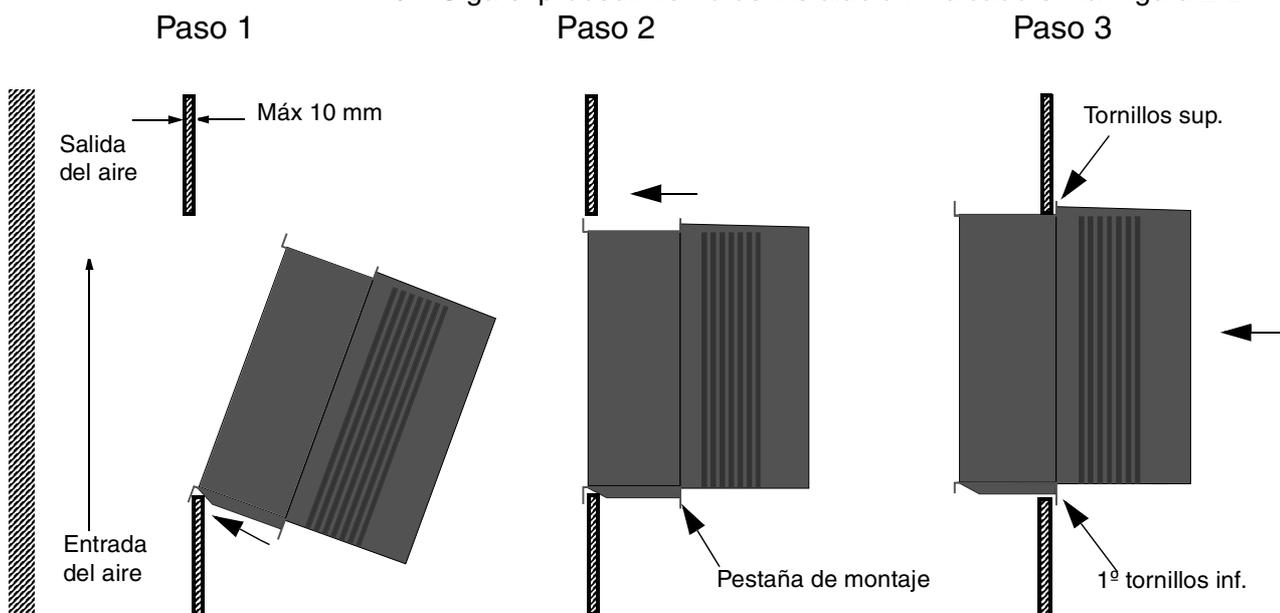

Figura 2-2 Procedimiento de instalación del ACx 601 en un conducto de aire de refrigeración.
6. Siga el procedimiento de instalación indicado en la Figura 2-2